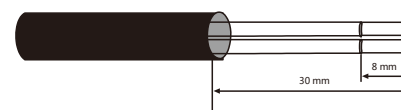

Figure 5.23
- Utilisez une pince à dénuder pour décoller la couche isolante des câbles de communication sur une certaine longueur, comme illustré à la figure 5.23.